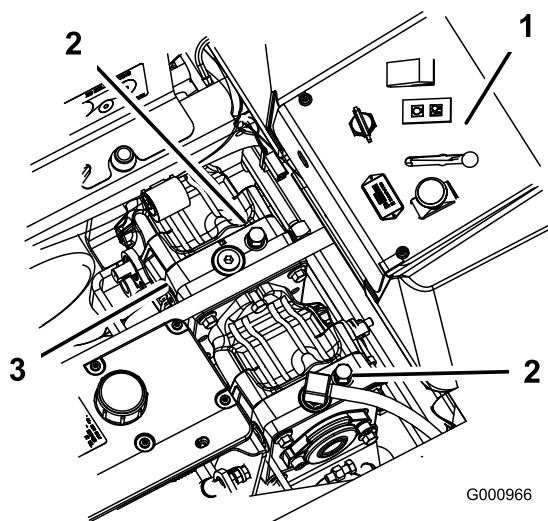

Bild 27
2. Drehen Sie die Bypassventile um eine Umdrehung entgegen dem Uhrzeigersinn, um die Maschine zu schieben. So kann Hydrauliköl an der Pumpe vorbei direkt zu den Rädern fließen, die sich daraufhin drehen können (Bild 27).
Drehen Sie zum Einsatz der Maschine die Sicherheitsventile eine ganze Umdrehung nach rechts (Bild 27).